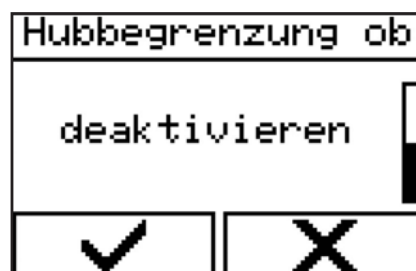

Abbildung 99 - Hubbegrenzung deaktivieren
3. „Hubbegrenzung oben deaktivieren“ (Abbildung 99) auswählen.